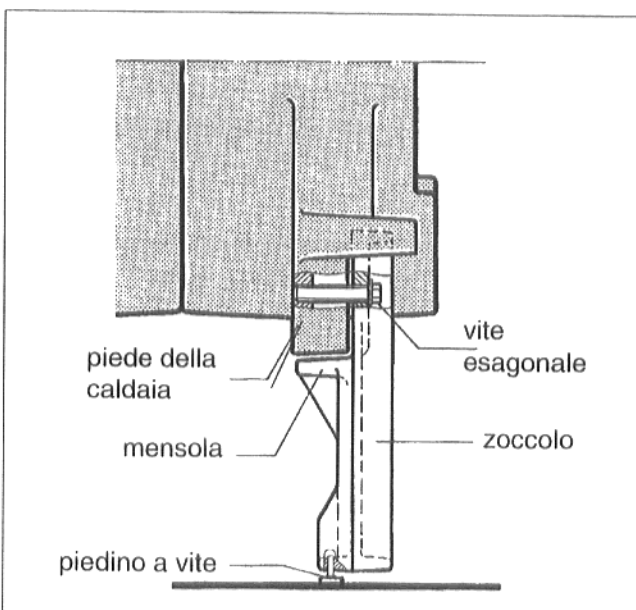

Fig. 6
- Avvitare lo zoccolo dal davanti ai piedi della caldaia (Fig. 6). Le viti esagonali M 10 si trovano a corredo degli zoccoli.
- Avvitare lo zoccolo da dietro ai piedi della caldaia (Fig. 6). Le viti esagonali M 10 si trovano a corredo degli zoccoli.